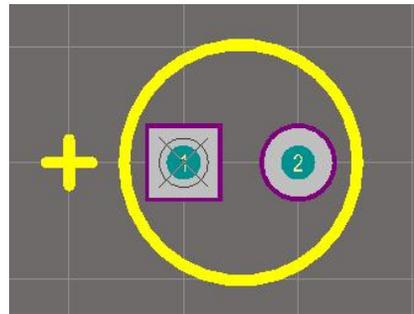

图2-34 绘制完成的电容封装
- 2) 选择菜单栏中的“Place|Full Circle”（放置|全圆）命令或单击PCB放置工具栏中的按钮，出现“十”字光标并带有圆形符号，进入放置圆形状态。在坐标（50，0）处单击确定圆形中心。移动光标到坐标（150，0）位置单击，完成电容外形轮廓的绘制，如图2-34所示，右击退出。
(6) 设置元器件封装的参考点